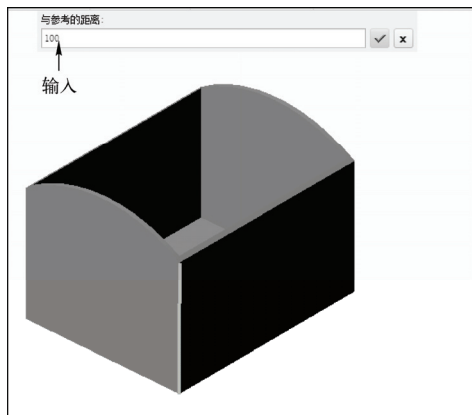

图 8-12 输入参数
STEP 05 单击“关闭”面板中的“确定”按钮, 完成截面绘制并退出草绘环境。在模型的左侧表面上单击鼠标左键, 在选择表面的右侧边上单击鼠标左键, 弹出“与参考的距离”文本框, 输入“100”, 如图 8-12 所示。